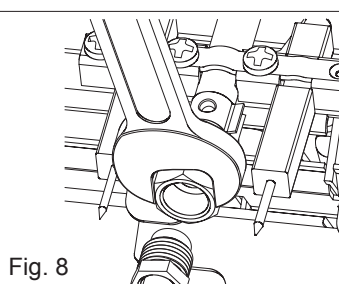

Fig. 8
- inserire l'iniettore e la guarnizione contenuti nel kit trasformazione (fig. 8)